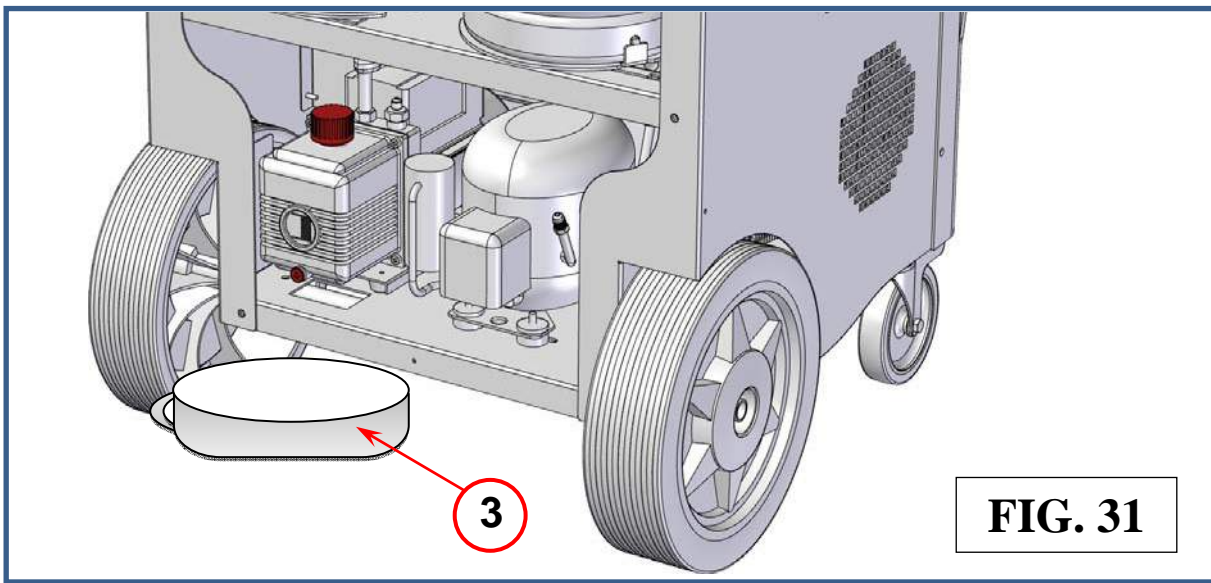

FIG. 31
- 3) Porre un contenitore (rif 3 Fig.31) sotto il tappo di scarico olio (rif 5, Fig.34).